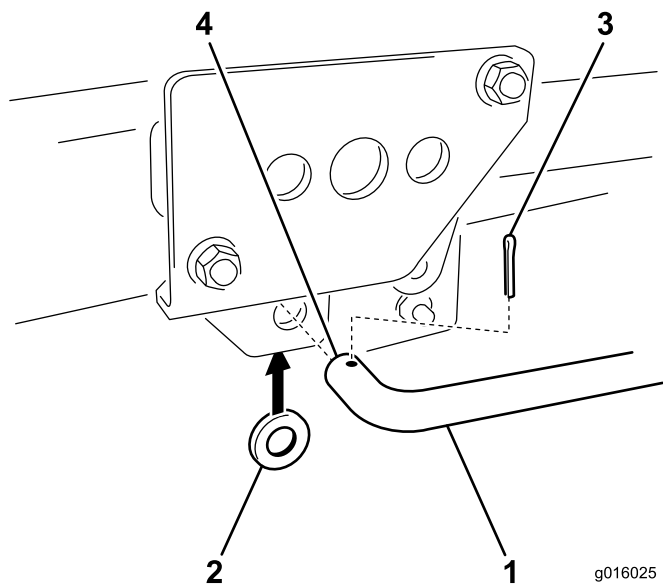

Figura 8
5. Introduzca el extremo doblado de la varilla de elevación en la escuadra acodada grande desde fuera (Figura 8). Coloque una arandela en el extremo que sobresale y sujétela con una chaveta.